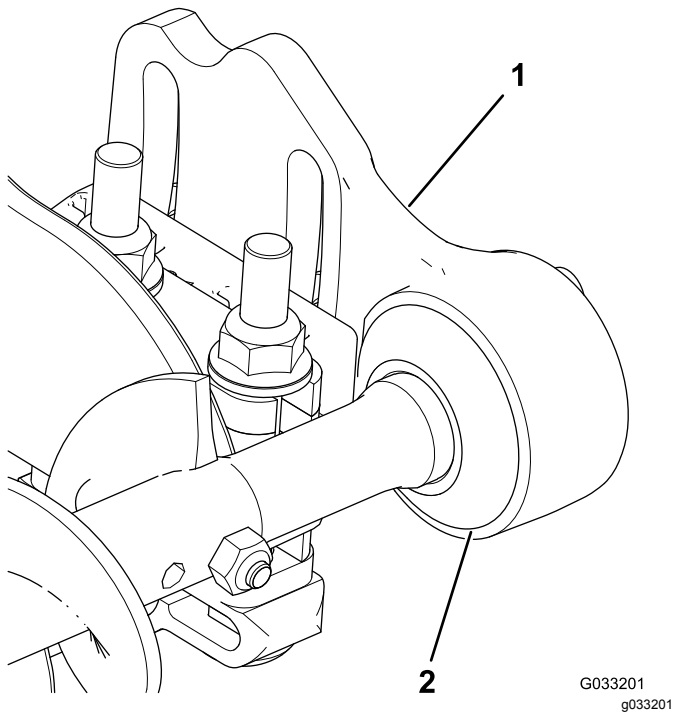

Bild 6
4. Schieben Sie jede Abschlussdichtung nach außen, bis die Lippendichtungen gerade jedes Lagergehäuse berühren (Bild 6).